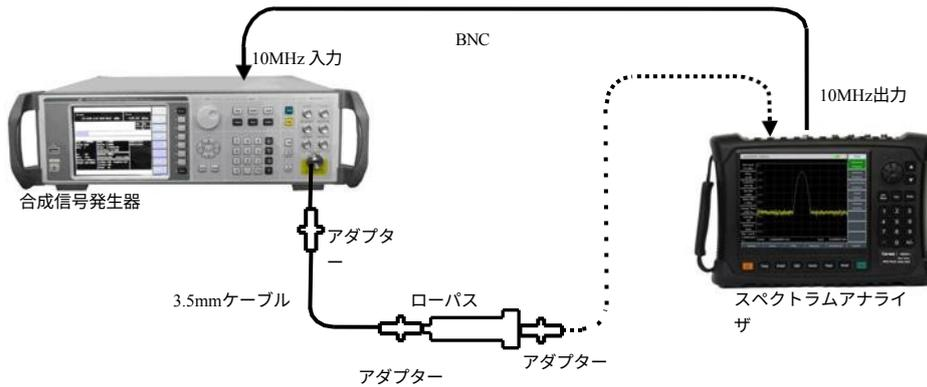

図12-9 第二高調波歪み試験の設定
1) 図12-9に示すように測定器を接続します。スペクトラムアナライザは合成信号発生器用の10MHzの周波数基準を提供します。1GHzのローパスフィルターを使用します。
7) 図12-9に示すようにテスト機器を接続します。6.8GHzローパスフィルターを使用します。
- 13) 図12-9に示すようにテスト機器を接続します。18GHzローパスフィルターを使用します。